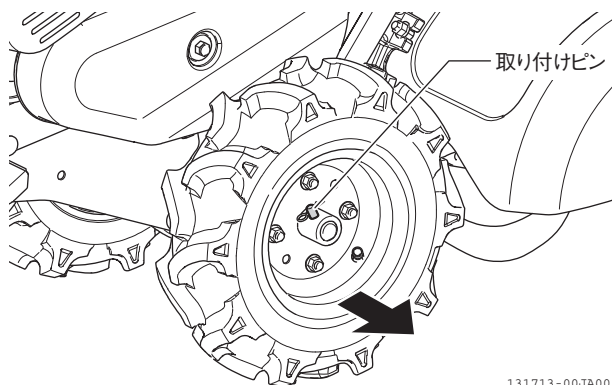

図 4-23 取り付けピン
2. 左のタイヤの取り付けピンを外して、タイヤを外側にずらします。(図 4-23)